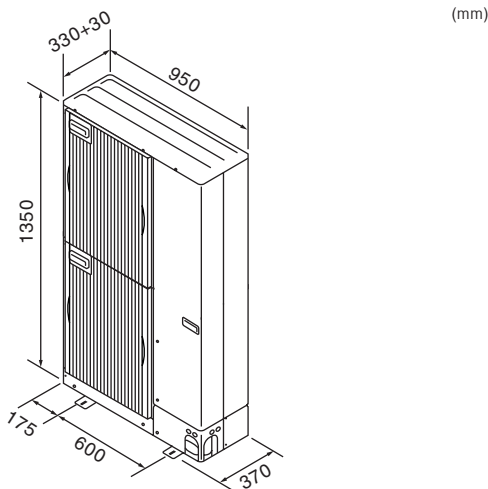

Fig. 2-1
2.3. Εξωτερικές διαστάσεις (Εξωτερική μονάδα) (Fig. 2-1)